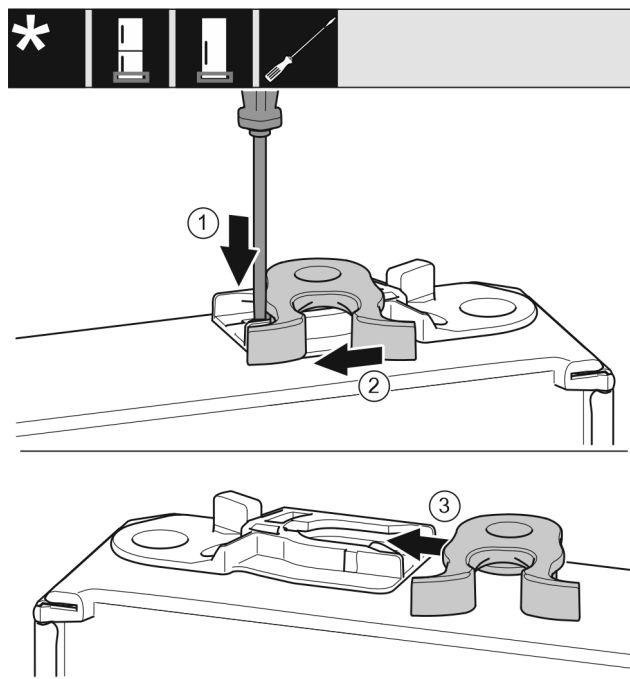

Fig. 39 \*
- ▶ Plochým šroubovákem přitlačte lamelu Fig. 39 (1) dolů.\*
- ▶ Vytáhněte petlici Fig. 39 (2) z vedení.\*
- ▶ Petlici Fig. 39 (3) zasuňte do vedení na druhé straně.\*